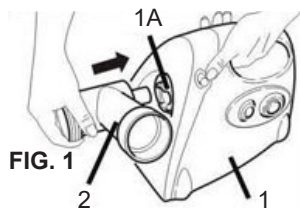

FIG. 1
Poziționați pâlnia de alimentare (2) în mufa adecvată (1A) din unitatea de bază a motorului (fig.1). Apăsând butonul de blocare/eliberare (17), rotiți în același timp pâlnia de alimentare în sens antiorar pentru a-l bloca în această poziție.